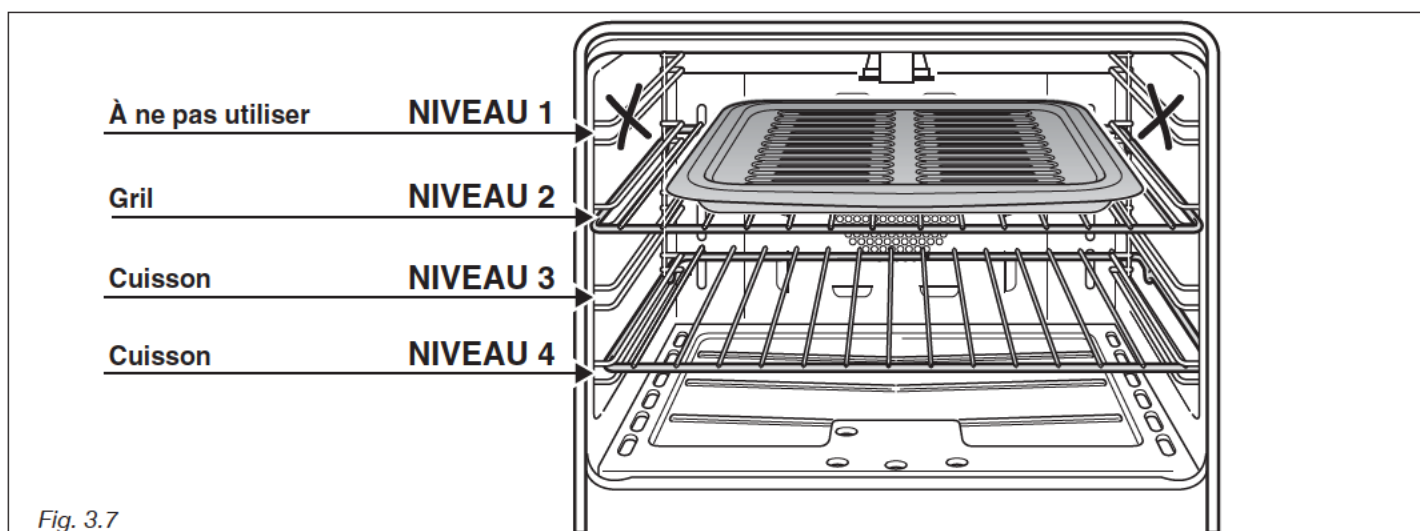
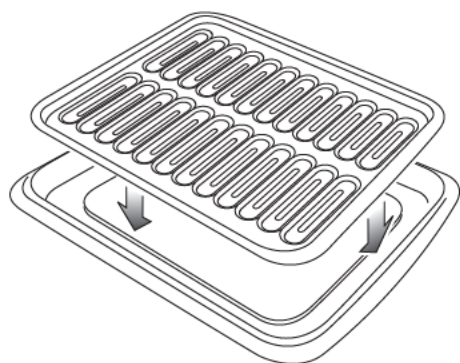

Fig. 3.7
Fig. 3.8
- Placez la grille sur le deuxième support à partir du haut (fig. 3.7).
- Déposez la lèchefrite dans le four (fig. 3.8). La lèchefrite doit être placée sur la grille et centrée avec le brûleur du grill (fig. 3.7).